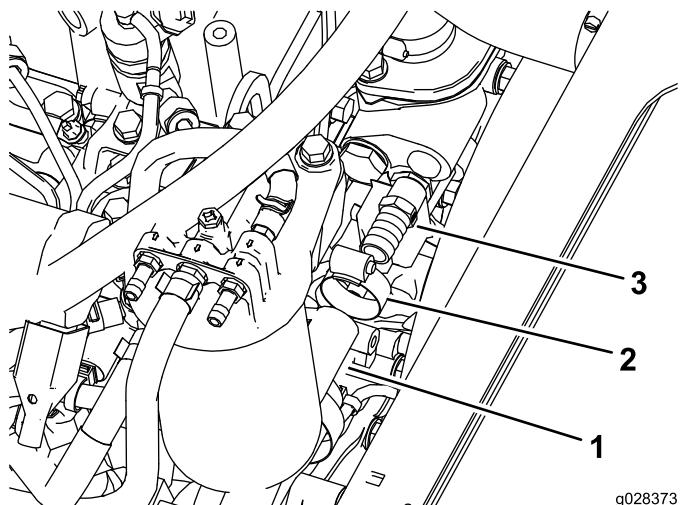

Figure 21
3. Posez le raccord adaptateur de flexible dans le boîtier de thermostat (Figure 21).
4. Branchez l'extrémité libre du flexible de pression au raccord adaptateur du boîtier de thermostat du moteur (Figure 21).
6. Acheminez le flexible sous le filtre à air, comme montré à la Figure 21.